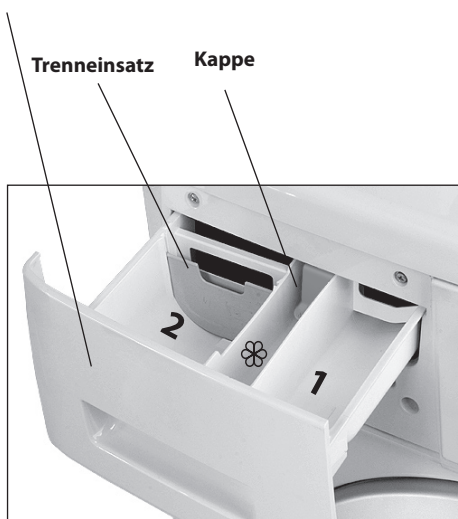

Abbildung 14
7.2.5 Bei der Auswahl der Zusatzfunktionen ,  wird empfohlen, Waschpulver zu verwenden, das in Sektion 1, s. Abb. 14, gegeben wird.
7.2.8 Die Aufhellungsmittel werden bei Auswahl des Programms «FLECKEN» in Sektion 1 nach Abb. 14 gegeben, und das Bleichen erfolgt unmittelbar nach dem Hauptwaschgang.
7.2.9 Zur Verbesserung der Waschqualität und zum Schutz der Maschine gegen Kalkablagerungen wird beim Waschen mit Wasser mit Härtegrad von II oder III empfohlen, zusammen mit dem Waschmittel einen Wasserenthärter zu verwenden. Der sollte zum Waschmittel in Sektion 2 laut Abb. 14 entsprechend den Herstellerempfehlungen zugegeben werden.
7.3.4 Schimmelflecken werden beim Waschen unter Zusatz von Aufhellern in Sektion 1 der Schale s. Abb. 14 entfernt, falls das Gewebe die Einwirkung von Aufhellern gut verträgt. In sonstigen Fällen wird der verschmutzte Abschnitt mit 10%-Wasserstoffperoxid- Lösung eingeweicht und für 15 Minuten belassen.
9.2.2 Die Schale für die Waschmittel ist regelmäßig auszuwaschen, nachdem sie vorher aus der Maschine herausgenommen wurde. Um die Schale herauszunehmen, ist sie bis ganz nach vorn herauszubewegen, die Schale für den flüssigen Aufheller laut Abb. 14 (falls er angebracht ist) herauszunehmen. Anschließend sind leicht die Seitenwände der Sektion ☼ in Pfeilrichtung zu drücken und auf sich zu ziehen, s. Abb. 17, gleichzeitig wird mit der